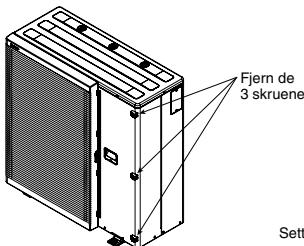

Fig. 6-1
- Fjern de 3 skruene som er festet til kabinettets frontplate. (Fig. 6-1)